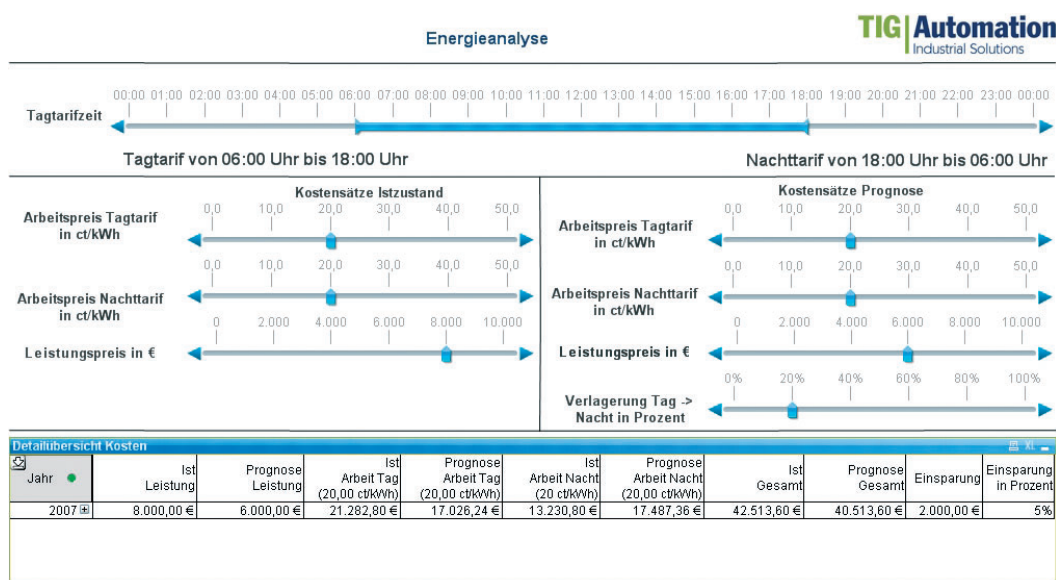

Bild 1. Einsatz eines BI-Tools (Business Intelligence) zur Unterstützung der Kostenprognose bei veränderten Tarifsätzen
- **Transparenz im Unternehmen:** Hier ist eine Lastganganalyse (Bild 1) notwendig. Die Energieverbräuche müssen erfasst und dargestellt werden. Aussagekräftige Verbrauchsberichte dokumentieren die Lastverlaufschwankungen bis in die Teilbereiche des Unternehmens.